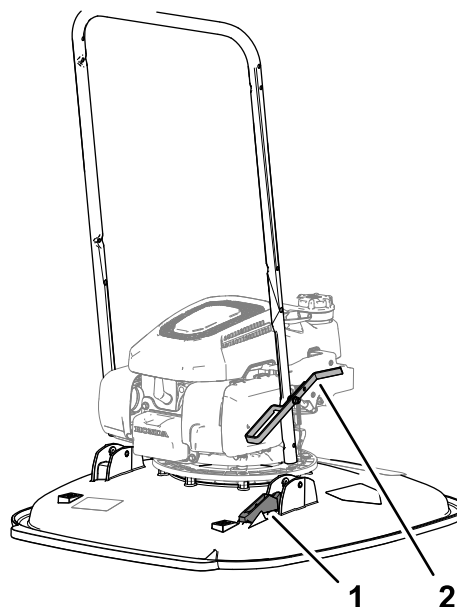

Bild 6
2. Richten Sie den Fußanschlag des Holms auf den Höhenanschlag am Mähwerk aus (Bild 6).